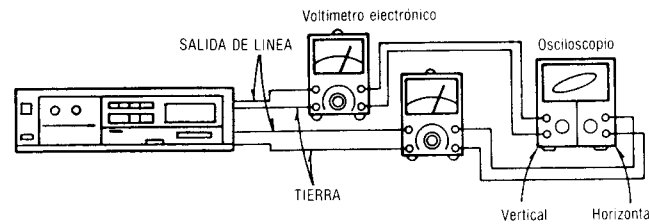

Fig. 5
- Efectuar las conexiones como muestra la Fig. 5.